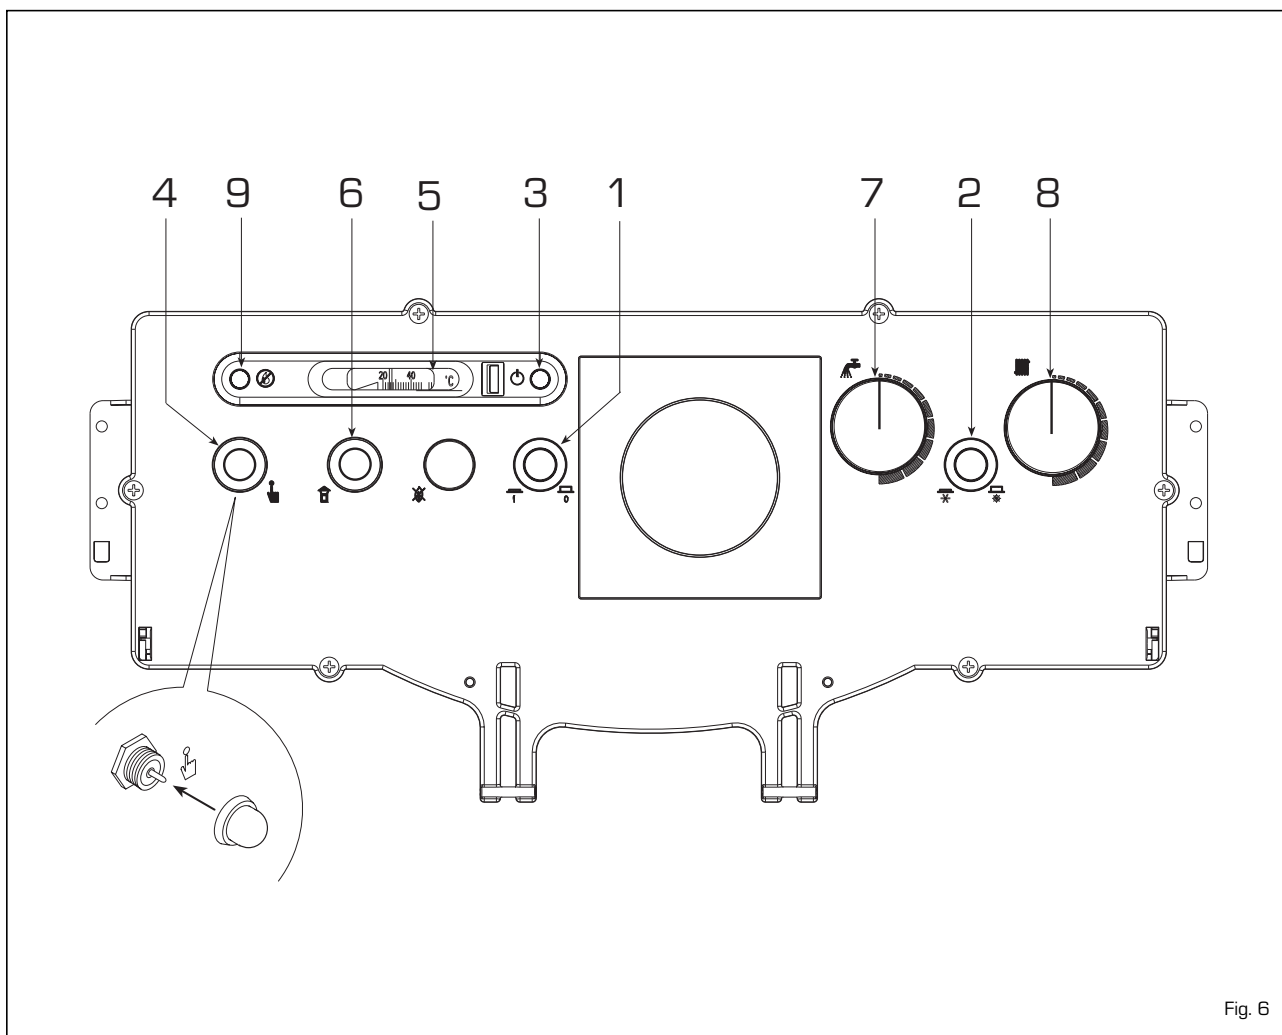

Fig. 6
3.2.1 Inbedrijfstelling van de ketel (fig. 6)
3.2.2 Veiligheidsaquastaat (fig. 6)
3.2.3 De installatie vullen (fig. 6)
3.2.4 De ketel uitschakelen (fig. 6)